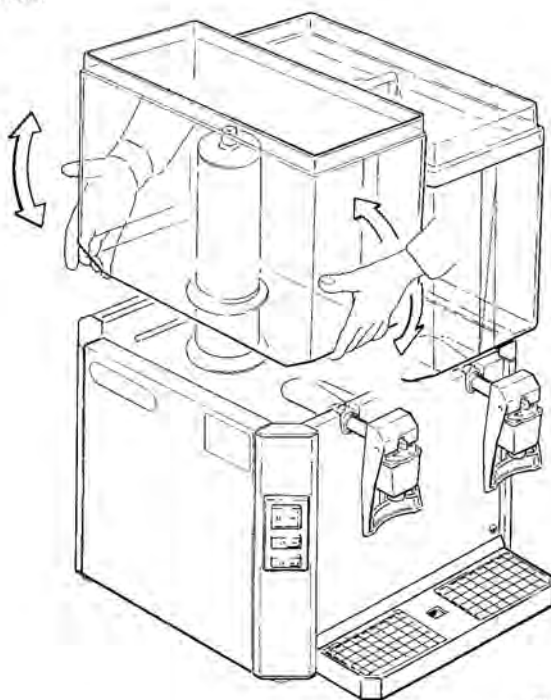

Fig. 6 - Abb. 6
- Estrarre la vasca (fig. 6) facendola oscillare leggermente;
- Enlever le bac (fig. 6) en le faisant osciller légèrement ;